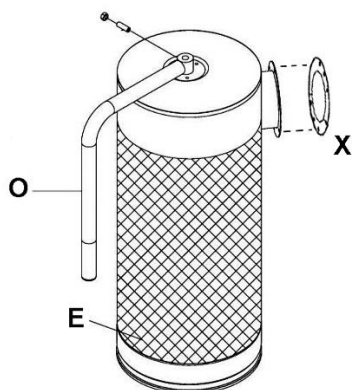

Figure 8
9. Installez la poignée (O) sur le filtre de la boîte (E) à l'aide de l'écrou et de la vis de réglage. Voir la Figure 8.